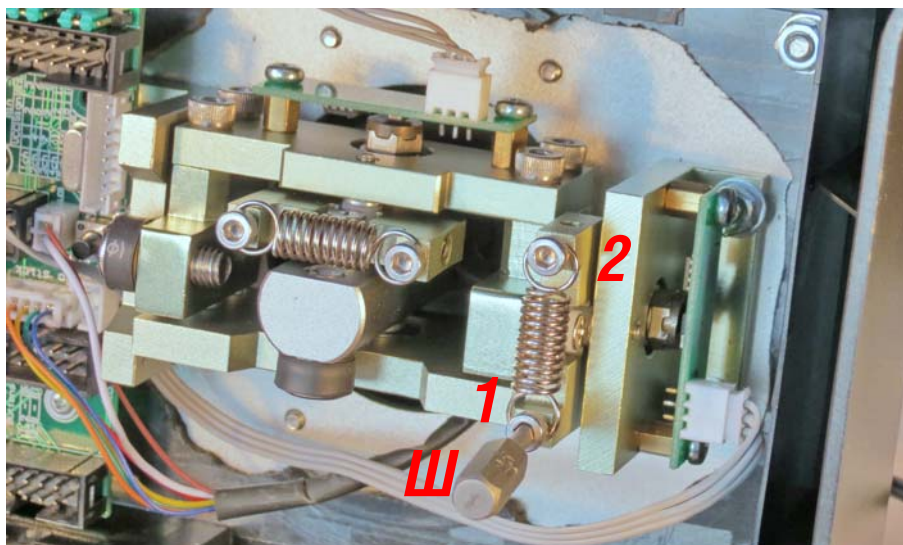

Рис. 3.3.
2. Шестигранником 2,5 мм Ш поочередно ослабьте винты 1 и 2 (рис. 3.3), фиксирующие ушки пружины.